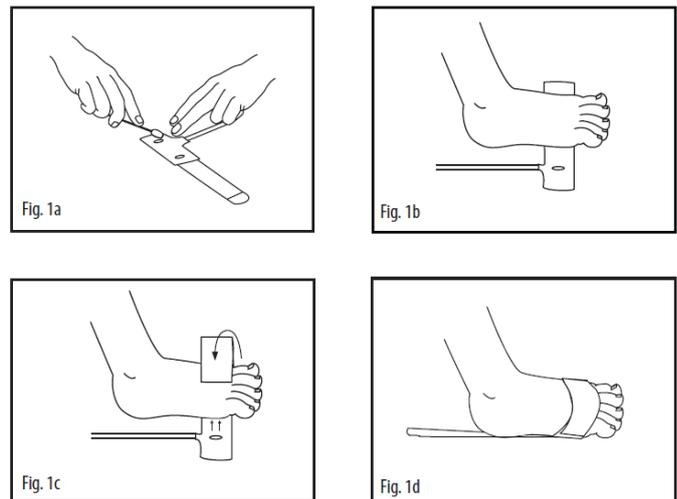

Fig. 23 LNCS Sensor Anwendung für Schwangere und Neugeborene
- 2 Siehe Bild 1a in Fig. 23: Bei empfindlicher Haut kann die Klebrigkeit des medizinischen Klebstoffs vermindert oder beseitigt werden, indem Sie die Klebestellen mit einem Wattebausch oder mit Gaze betupfen.
- 3 Siehe Bild 1b in Fig. 23: Verlegen Sie das Sensorkabel so, dass es entweder von der Patientin bzw. vom Patienten weg zeigt oder an der Unterseite des Fußes entlang läuft. Bringen Sie den Detektor auf dem fleischigen Teil der seitlichen Seite der Fußsohle in Höhe der vierten Zehe an.
- 4 Siehe Bild 1c in Fig. 23: Wickeln Sie die Klebe-/Schaumstoffolie um den Fuß und achten Sie darauf, dass das Senderfenster (roter Stern) direkt gegenüber dem Detektor ausgerichtet ist. Achten Sie auf die korrekte Ausrichtung des Detektors und des Emitter-Fensters, während Sie die Klebe-/Schaumstoffolie anbringen, um den Sensor zu sichern.
- 5 Siehe Bild 1d in Fig. 23: Überprüfen Sie die korrekte Positionierung und positionieren Sie sie gegebenenfalls neu.